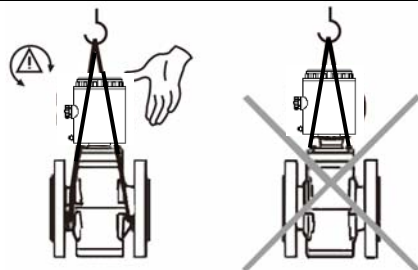

图2 吊装口径 ≤ 300 的仪表
- 当吊装口径 ≤ 300 的仪表时，请使用吊装带并绕于法兰两端内侧。注意不能损坏外壳（见图2）。